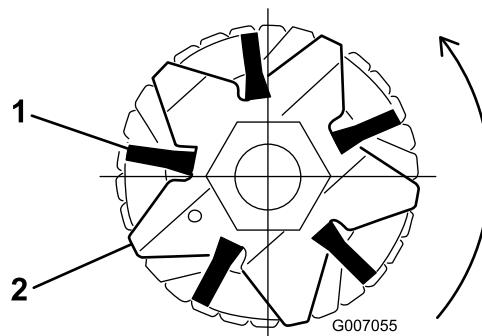

**Figure 38**
1. En passant par un côté du cylindre groomer, glissez une brosse dans chaque rainure sur toute la longueur du cylindre (Figure 38).